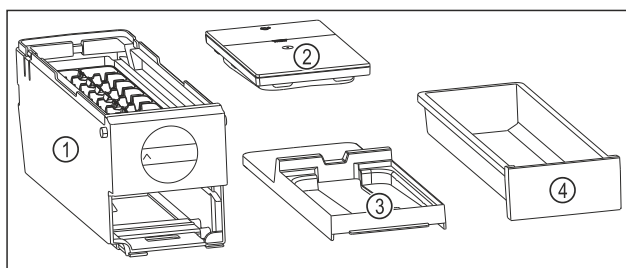

Fig. 113 Súčasti EasyTwist-Ice
- ▶ EasyTwist-Ice je rozložený na štyri časti. (pozri Fig. 113)
- ▶ Rozložte EasyTwist-Ice len na tie súčasti, ktoré sú na obrázku. (pozri Fig. 113)
- ▶ Korpus EasyTwist-Ice Fig. 113 (1) vyčistite ako celok.